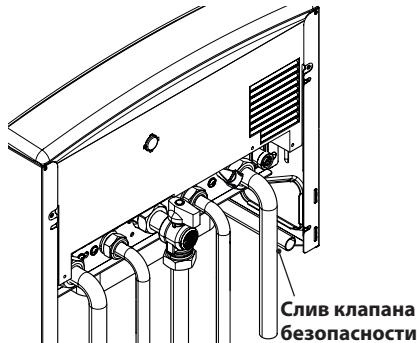

Рисунок 5.3
- Подсоедините предохранительный клапан к слив-воздушнику. Рисунок 5.3